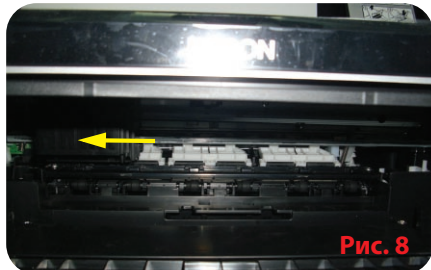

Рис. 8
4.2. Откройте крышку сканера, затем крышку блока картриджей. Передвиньте каретку рукой влево (Рис. 8).